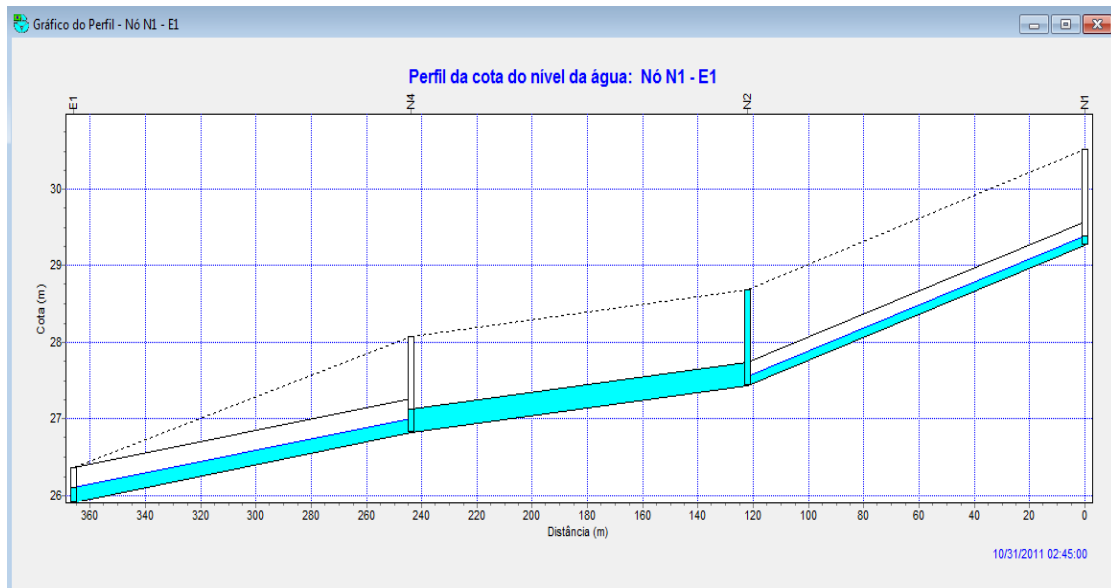

Figura 2.19 - Exemplo de um Gráfico de Perfil Longitudinal
5. Clicar no botão **OK** para criar o gráfico que mostra o perfil do nível de água ao longo do caminho, de acordo com os resultados da simulação realizada. Os resultados apresentados são os que correspondem ao instante de tempo selecionado no Painel de Navegação (ver Figura 2.19).